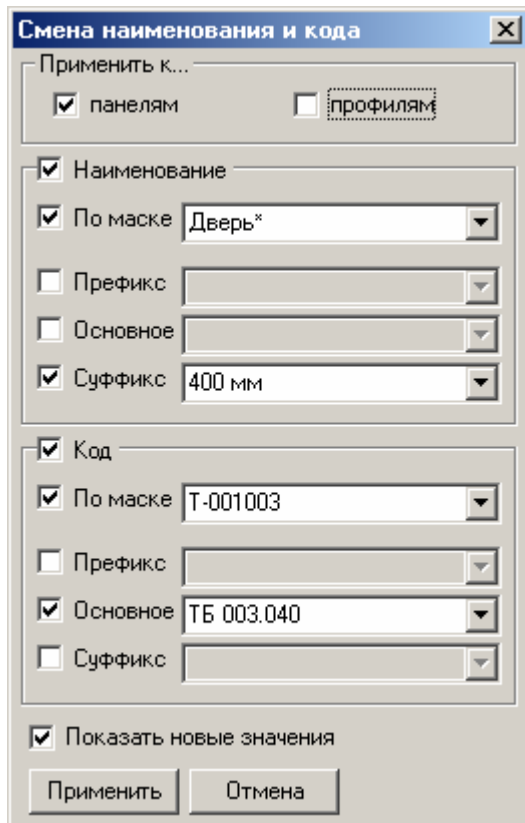

Рис. 48 Диалоговое окно для смены наименования и кода детали
3. Выбрать нужный тип объектов и нажать кнопку **ОК**. При этом на экране появится диалоговое окно **Смена наименования и кода** (рис. 48).